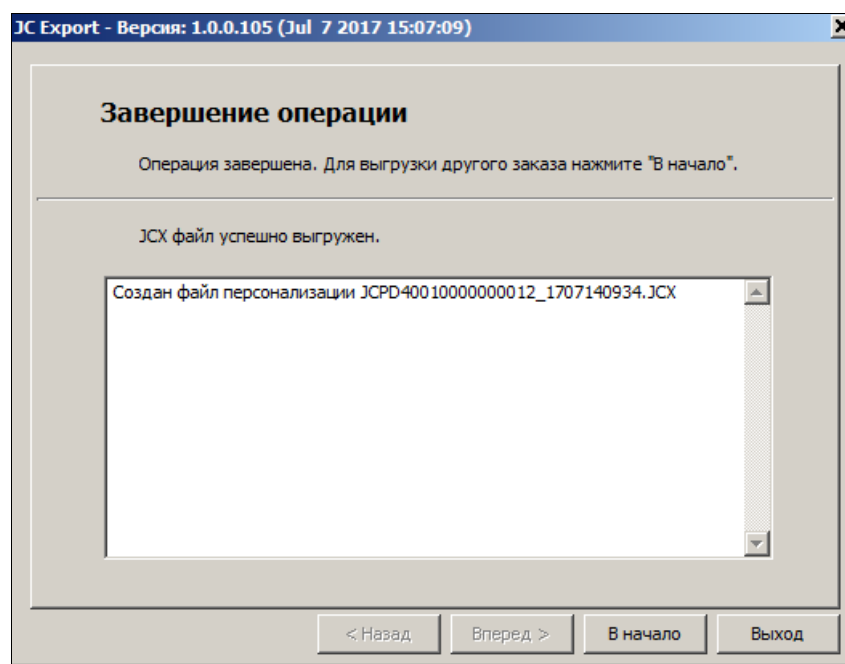

Рис. 3. Окно успешного завершения операции выгрузки заказа
4. Выберите нужный заказ и нажмите на кнопку **Вперед**. Начнётся процесс выгрузки заказа, по окончании которого откроется окно завершения операции. Если операция выполнена корректно и файл заказа выгружен в папку установки утилиты, откроется окно успешного завершения операции (см. Рис. 3).